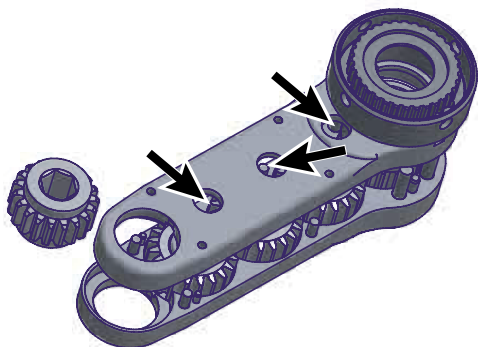

Abb. 10: Austausch des Abtriebszahnrad beim geschlossenen Flachabtrieb
3. Den Flachabtrieb auf einer dicken, weichen Oberfläche (Tuch, Schaumstoff) ablegen und das Gehäuse abnehmen. Gegebenenfalls mit einem Hammer und einem Splintentreiber vorsichtig auf nach außen geführte Achsen schlagen (siehe Abb. 10 | Pfeile).